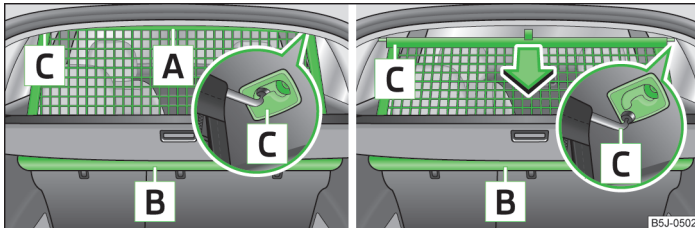
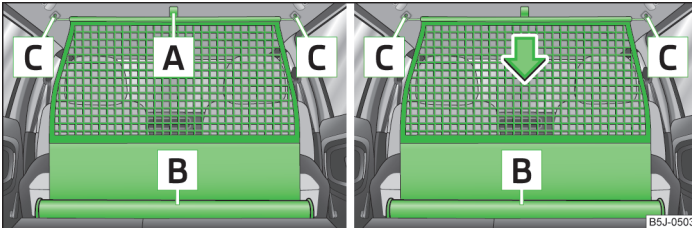

Abb. 54 Netztrennwand herausziehen / aufrollen
Abb. 55 Netztrennwand herausziehen / aufrollen
- Sich überzeugen, dass die Querstange in den Aufnahmen **C** » Abb. 54 auf Seite 64 bzw. » Abb. 55 auf Seite 65 in der vorderen Stellung eingesteckt ist!
- Die Netztrennwand an der Lasche **A** » Abb. 54 aus dem Gehäuse **B** in Richtung der Aufnahmen **C** ziehen.
- Die Querstange erst auf der einen, dann auf der anderen Seite etwas nach hinten ziehen und aus den Aufnahmen **C** » Abb. 54 nehmen.
- › Die Netztrennwand an der Lasche **A** » Abb. 55 aus dem Gehäuse **B** in Richtung der Aufnahmen **C** ziehen.
- › Die Querstange erst auf der einen, dann auf der anderen Seite etwas nach hinten ziehen und aus den Aufnahmen **C** » Abb. 55 nehmen.